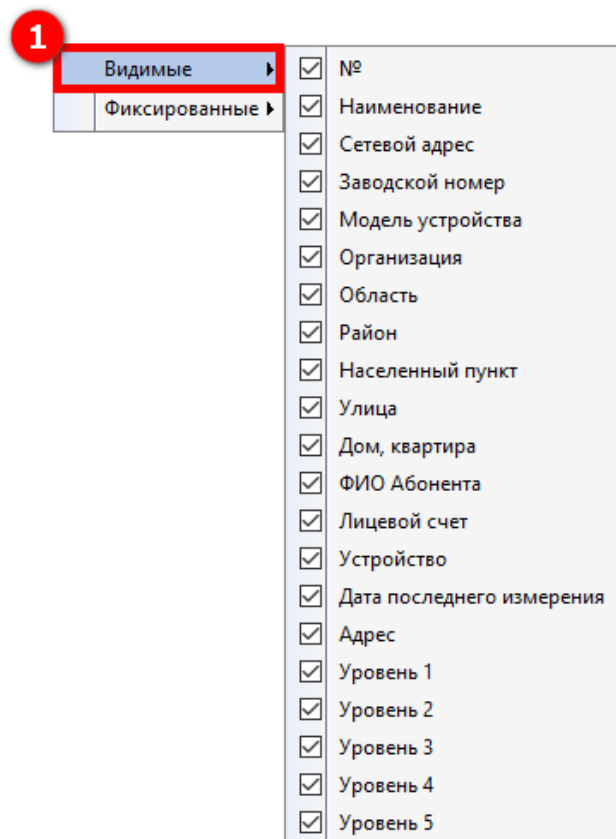

Рисунок 103 – Контекстное меню видимых столбцов таблицы
При выборе **Видимые** (1) (см. рисунок 103) соответствующими отметками можно выбрать столбцы, данные по которым будут отражены в таблице данной вкладки.